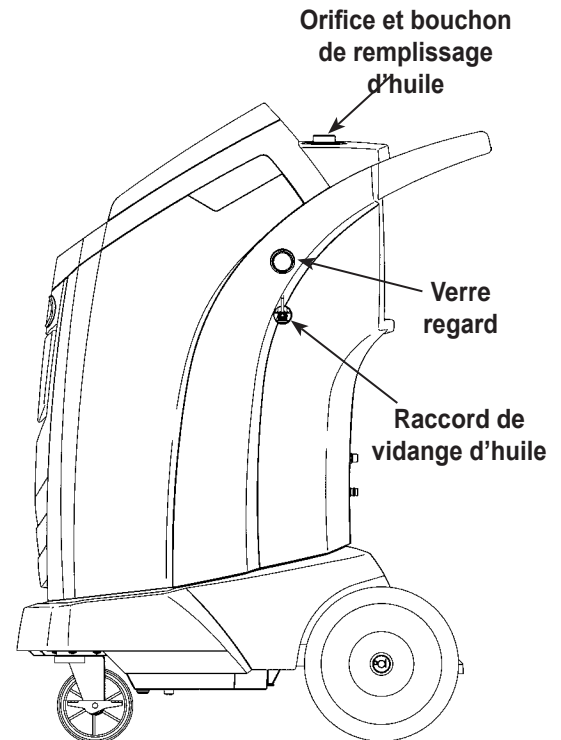

Figure 9
3. Après arrêt du compresseur, ouvrez **lentement** le bouchon de remplissage d'huile pour vérifier l'absence de pression dans la machine. Retirez ensuite délicatement le bouchon. Voir Figure 9.